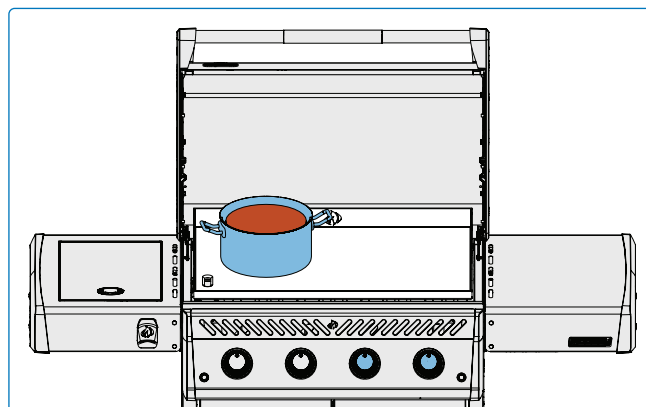

Рис. 10
- Используйте жарочную поверхность для растапливания или подогрева соусов. Размещайте кастрюли или сковороды сбоку на слабом или среднем огне. (**Рис. 10**).